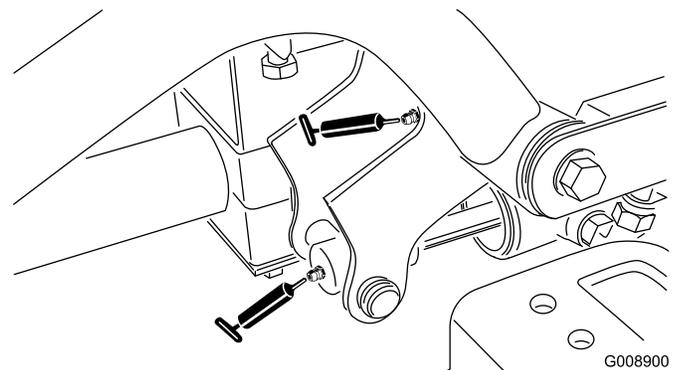

Figura 56
- Pivote y cilindro de elevación del brazo de elevación delantero derecho (2) (Figura 56)